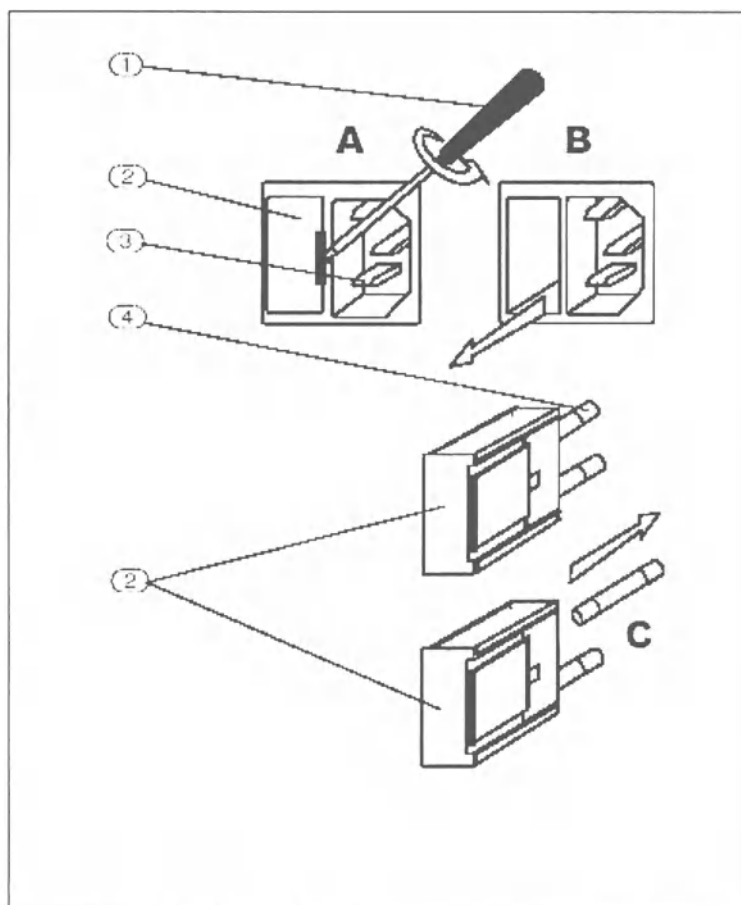

Рис. 11-1 Открывание держателя предохранителя
4. Держатель предохранителя находится рядом с холодным приборным штекером. Вытащите держатель предохранителя, как показано на Рис. 11-1.